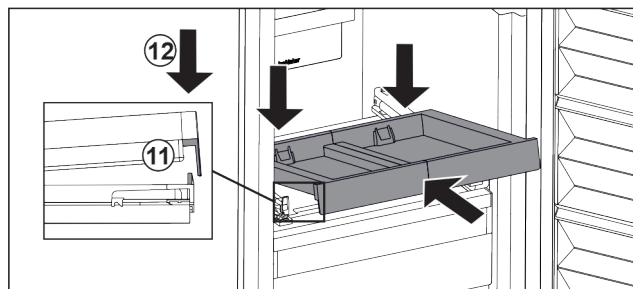

Fig. 127
- ▶ L'insérer en l'inclinant. Veiller à ce que, des deux côtés, la butée soit derrière la languette. Fig. 127 (11)
- ▶ Déposer le compartiment coulissant par l'avant. Fig. 127 (12)